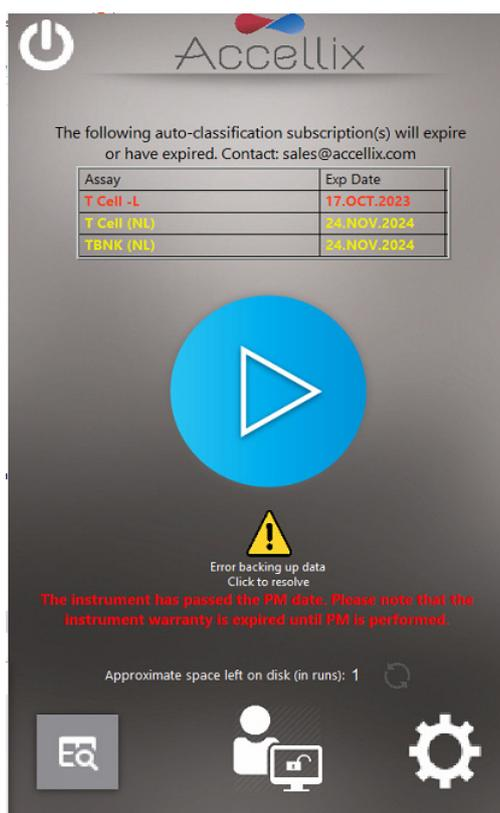

Figure 34 : écran de démarrage avec connexion activée, affichant le statut de l'abonnement, le bouton Recopier et le statut de MP
**Remarque** : si les abonnements en classification automatique sont activés et qu'un abonnement à un test doit expirer au cours des 6 prochaines semaines, le nom du test et sa date d'expiration apparaissent en **jaune** dans un tableau au-dessus du bouton bleu Start (Démarrer). Si l'abonnement à un test a déjà expiré, le nom du test et sa date d'expiration apparaissent en **rouge** (Figure 34).
**Remarque** : si la date de la maintenance préventive (MP) est dépassée pour un instrument, un avertissement apparaît sous le bouton bleu **Start** (Démarrer). Contactez l'assistance d'Accellix pour prévoir la maintenance dès que possible.